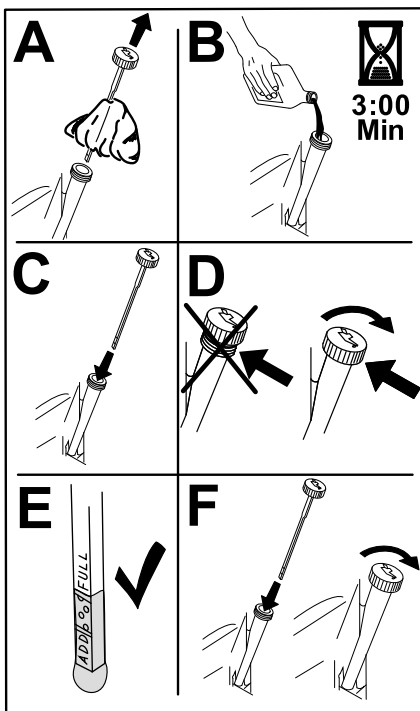

Figura 51
6. Deite cerca de 80% do óleo especificado no tubo de enchimento e adicione lentamente o óleo adicional até chegar à marca Cheio (Figura 51).